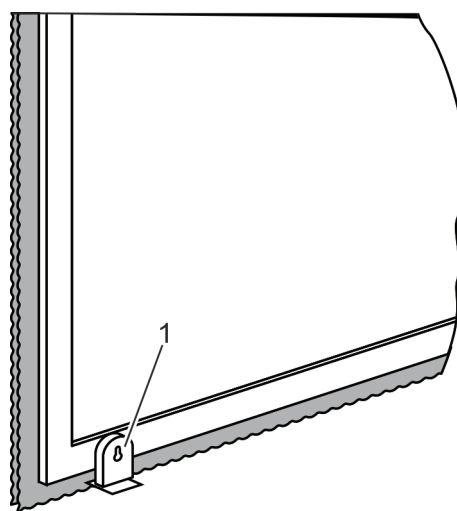

Рис. 41 Напольное блокировочное устройство (пример)
1. Выровнять створку относительно напольного блокировочного устройства (рис. 41).
2. Разблокировать напольное блокировочное устройство (рис. 41/1) для створок. Заблокировать напольное блокировочное устройство (рис. 41/1), повернув его на два полных оборота.